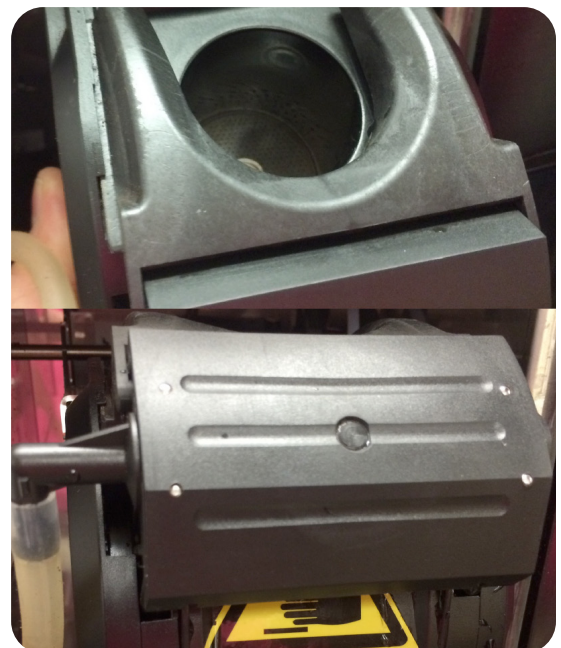

Figure 3
5. Tournez le dessus de la tête de groupe vers l'arrière de la machine jusqu'à ce qu'il s'enclenche en place comme indiqué sur la Figure 3.